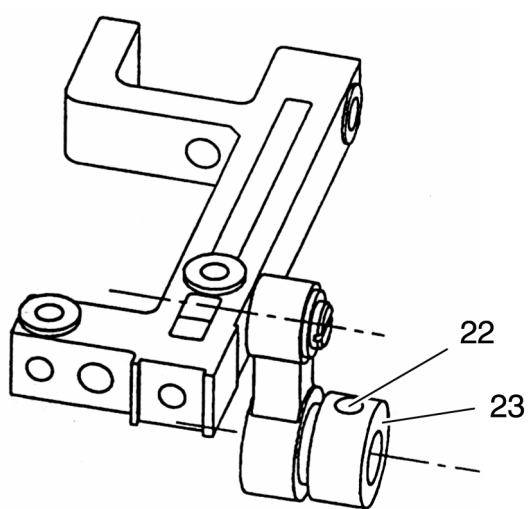

Рис. 14
- Ослабьте крепежный винт 22 (рис.14).